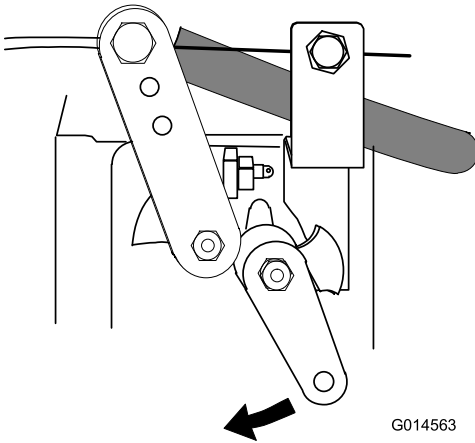

Figura 28
3. Gire la llave de contacto a la posición DESCONECTADO (0).
Si el motor no se apaga cuando la llave de contacto se gira a DESCONECTADO (0), mueva hacia adelante la palanca de parada del motor (Figura 28).